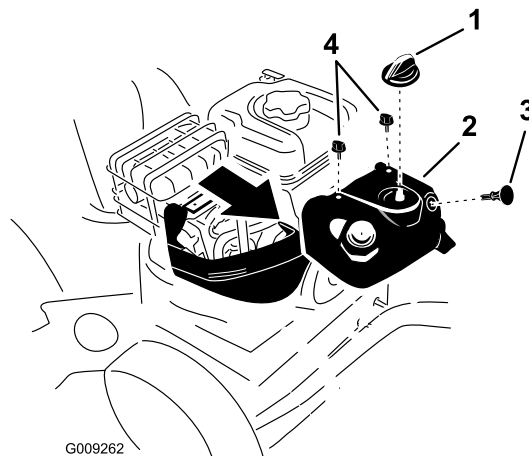

Figure 55
**Remarque:** Vous devez retirer le capot anti-neige supérieur pour accéder à la bougie d'allumage (Figure 55).
1. Enlevez la commande de starter et la clé de contact (Figure 55).
2. Enlevez les 2 vis qui fixent le capot anti-neige à la souffeuse à neige (Figure 55).